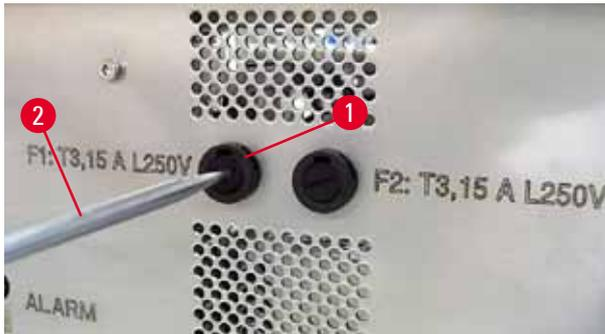

Fig. 62
- Vérifier si l'un des deux fusibles secondaires (→ "Fig. 61") est défectueux (**F1**, **F2** au dos de l'appareil (→ "Fig. 62")).